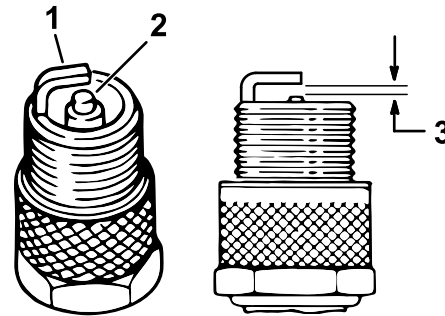

Figure 41
4. Vérifiez l'état des électrodes latérale et centrale, ainsi que de l'isolateur de l'électrode centrale (Figure 41).
5. Réglez l'écartement des électrodes centrale et latérale à **1 mm (0,04 po) pour les modèles EFI** ou **0,76 mm (0,03 po) pour les modèles à carburateur** comme montré à la Figure 41.